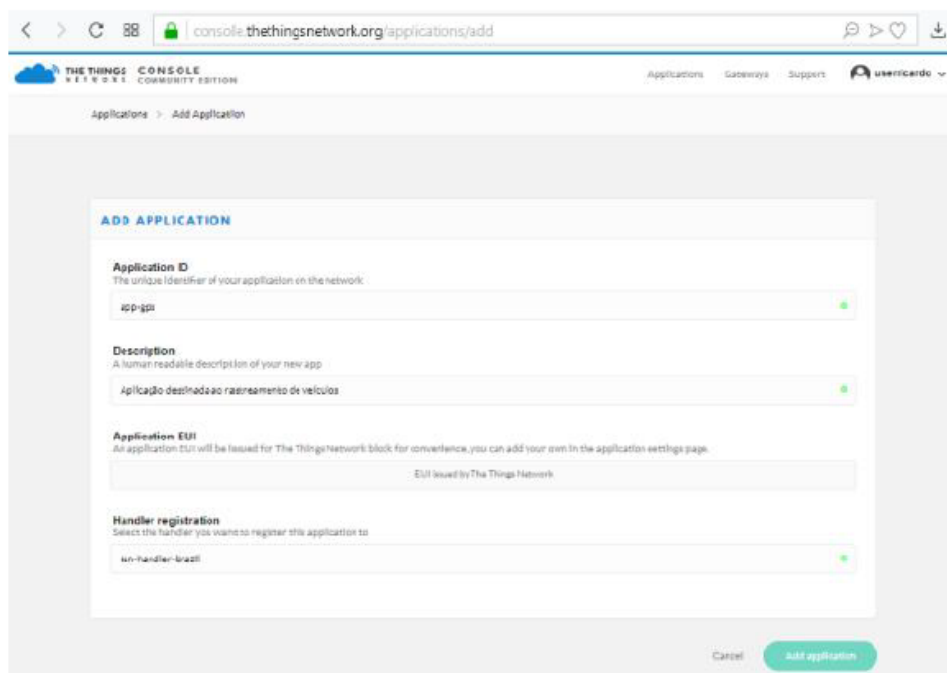

Figura 6: Cadastro de aplicação
- ▶ Uma nova tela conforme Figura 6 aparecerá. Para campo “Application ID”, escolha um identificador exclusivo com letras minúsculas, caracteres alfanuméricos e não consecutivos. Não são permitidos caracteres de acentuação, enquanto os caracteres “-” e “_” são permitidos;